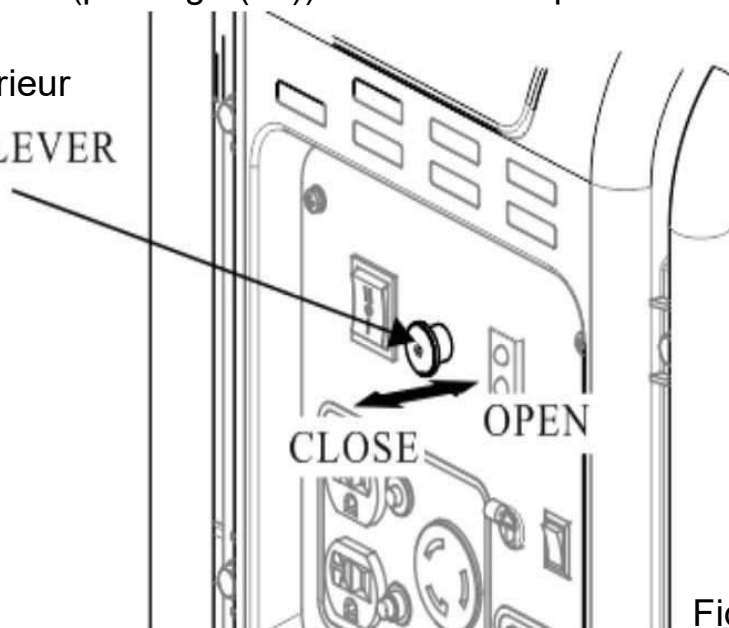

Fig. 16
6. une fois le processus de démarrage terminé, pousser le levier de starter vers la position "ouverte". sur la position "OPEN". (Voir p.26 fig.16)
1. placer le levier de starter (p.17 fig.5 (18)) sur "CLOSE" pour le démarrage à froid, En le tirant vers l'extérieur (voir p.26 fig.16).